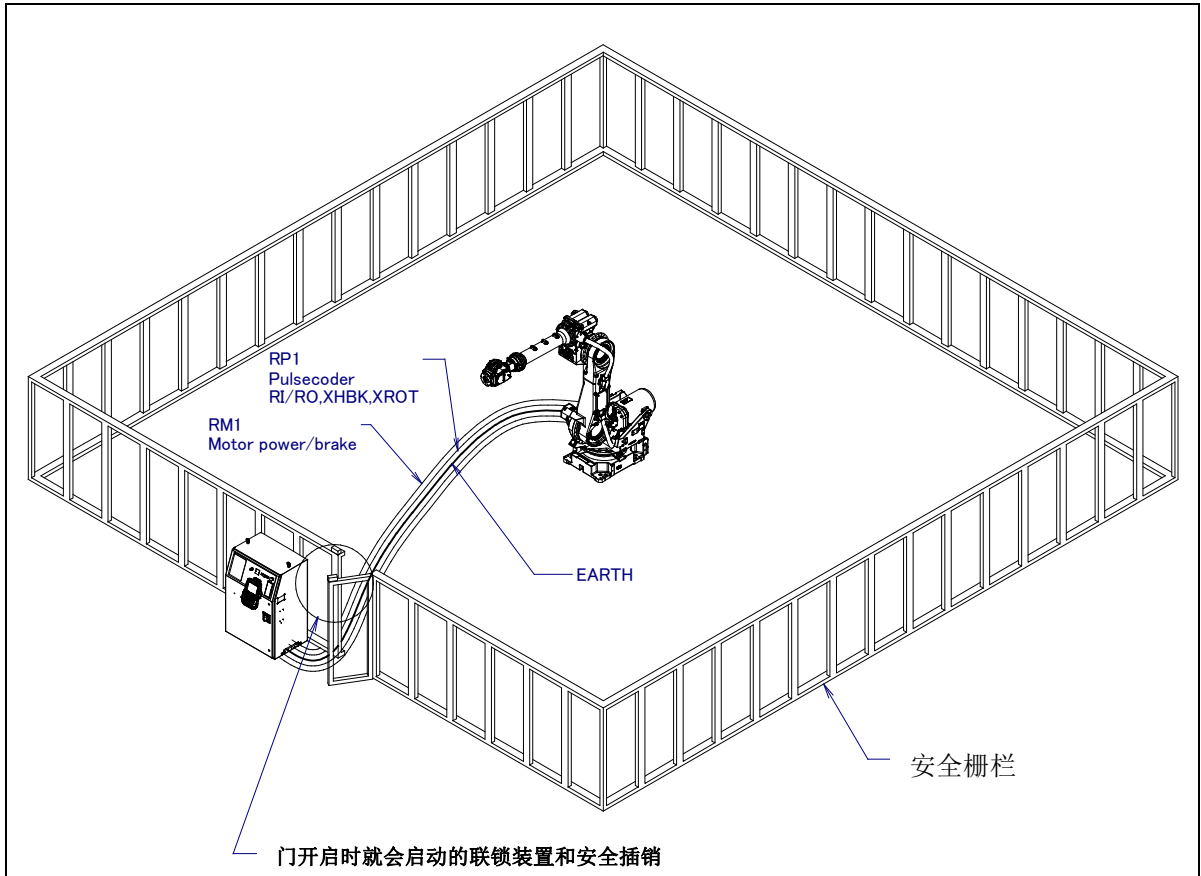

图 3 (a) 安全栅栏和安全门
(14) 在使机器人操作时，务必在确认安全栅栏内没有人员后再进行操作。同时，检查是否存在潜在的危險，当确认存在潜在危險时，务必排除危險之后再进行操作。
(15) 不要在下面所示的情形下使用机器人。否则，不仅会给机器人和外围设备造成不良影响，而且还可能导致使用者受重伤。
(16) 在连接与停止相关的外围设备（安全栅栏等）和机器人的各类信号（外部急停、栅栏等）时，务必确认停的动作，以避免错误连接。
(17) 有关架台的准备，按照图 3 (c) 在安装或者维修作业时，请十分注意高地作业的安全。应考虑脚手架和安全皮带安装位置的确保等。